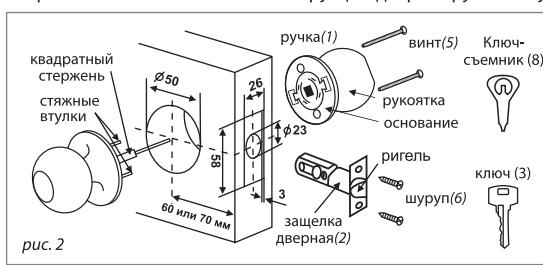
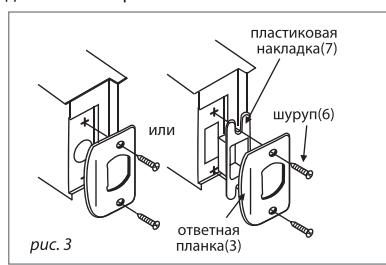

рис. 2
рис. 3
3. КОМПЛЕКТНОСТЬ (рис. 2), (рис. 3)
- 4.1. Разметка двери. Разметьте дверное полотно (рис. 2). Расстояние от торца двери до центра квадрата защелки дверной(2) в стандартных межкомнатных дверях – 60 мм, в стандартных входных дверях – 70 мм. Рекомендуемое расстояние от пола 1070 мм;
- 4.4. Установка ответной планки. Прикрепите дверь и разметьте место под ответную планку(3), она должна находиться на одной высоте с защелкой дверной (2). Сделайте углубление в дверном коробе так, чтобы после установки поверхность ответной планки находилась на одном уровне с поверхностью дверного короба. Просверлите отверстие под ригель защелки дверной(2), или стамеской выберите место под пластиковую накладку(7) (рис. 3). Ригель дверной защелки должен входить на всю длину в ответную планку(3). Блокировочный пин (рис. 4) (только в модели с индексом 01) не должен входить в ответную планку, он остается частично утопленным в теле защелки дверной(2), что позволяет избежать отжима ригеля тонким предметом. Закрепите ответную планку шурупами(6), входящими в комплект (рис. 3);